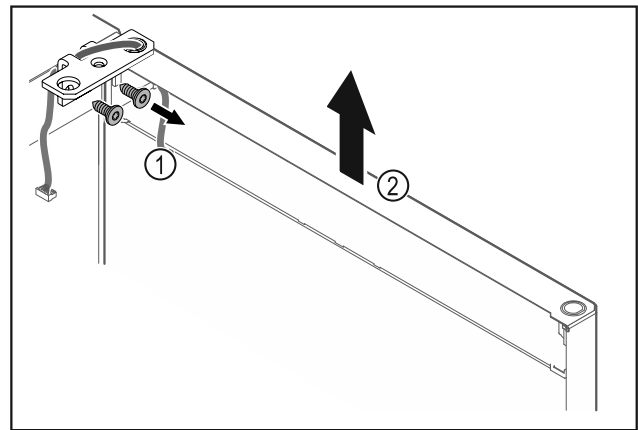

Fig. 19
- Odšroubujte úhelník závěsu Fig. 19 (1).
- Zvedněte dvířka včetně úhelníku závěsu Fig. 19 (2) přibližně 200 mm rovně směrem nahoru a vyjměte je.